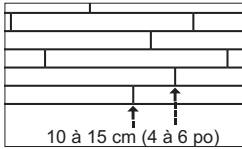

Figure 4
- Attention de bien décaler les bouts des planches de rangées adjacentes, si possible d'au moins 10 à 15 cm (4 à 6 po) (Figure 4). Ceci donne un aspect général plus agréable du plancher.
- Les joints d'extrémité des rangées adjacentes doivent être décalés en quinconce de 10 – 15 cm (4 – 6 po) minimum si possible pour un plus bel aspect (Figure 4).
- Vérifier que les bords et les bouts de chaque planche sont bien serrés. Les joints d'extrémité des rangées adjacentes doivent autant que possible être décalés d'au moins 10 à 15 cm (4 à 6 po) afin de donner un aspect général plus agréable au plancher (Figure 4).